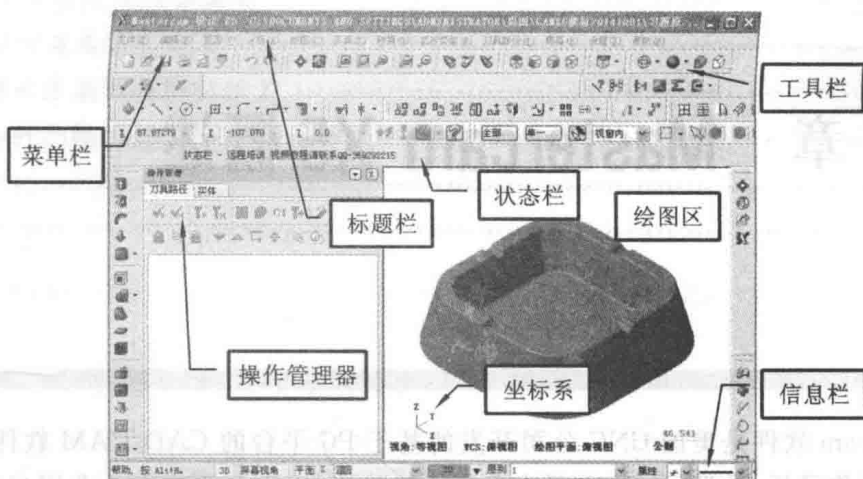

图 1.1 Mastercam X5 的操作界面
(1) 选择【开始】→【程序】→【Mastercam X5】→【Mastercam X5】命令;
(2) 在桌面上双击 Mastercam 的快捷方式图标  ,弹出如图 1.1 所示的 Mastercam X5 的操作界面。